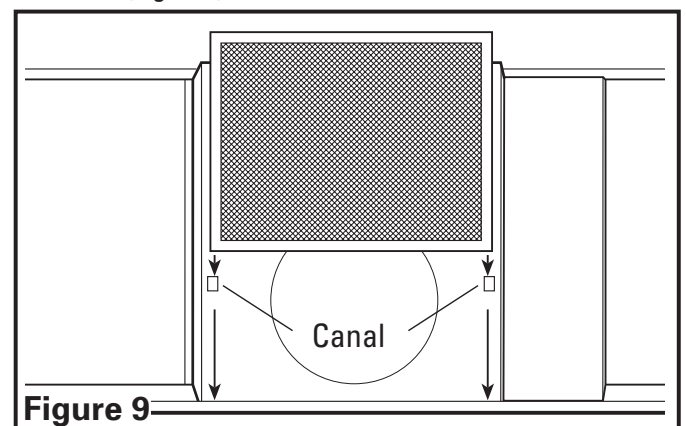

Figure 9
1. Installer les filtres en ajustant le filtre dans le canal de la hotte et en le glissant vers l'arrière jusqu'à ce qu'il soit arrêté contre l'arrière de la hotte (**Figure 9**).